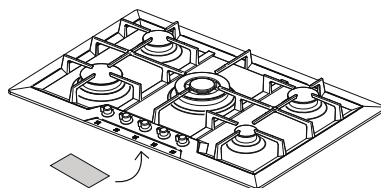

Fig. 1: plaats van het identificatielabel
**Het identificatielabel**, met de technische gegevens, het registratienummer en het merk **is zichtbaar aangebracht onder de behuizing** [Fig. 1].